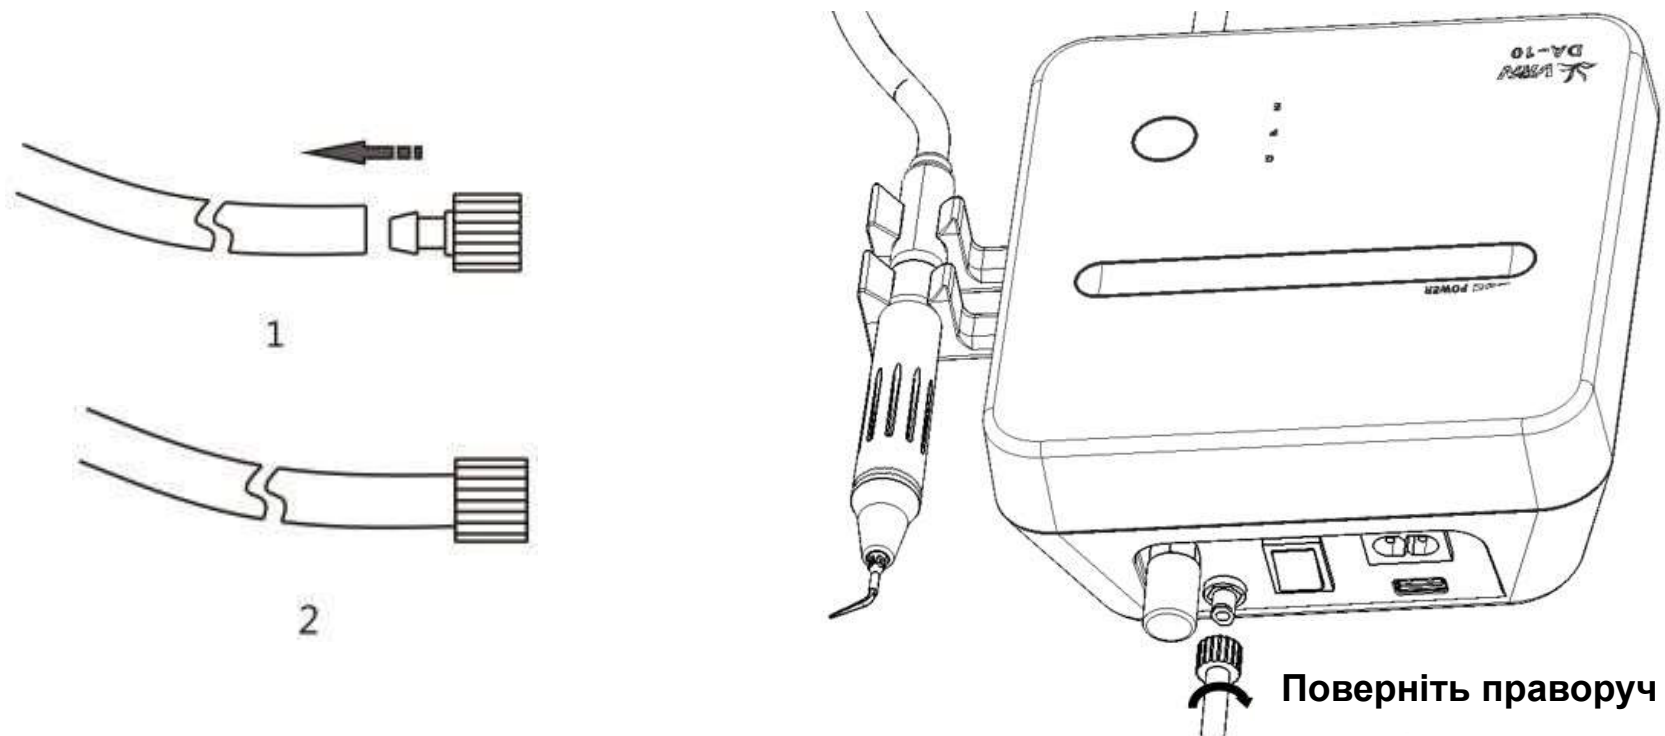

Рисунок 2.5
- 4) Під'єднайте роз'єм трубки для рідини до виробу й подайте в неї чисту воду (див. рис. 2.5).